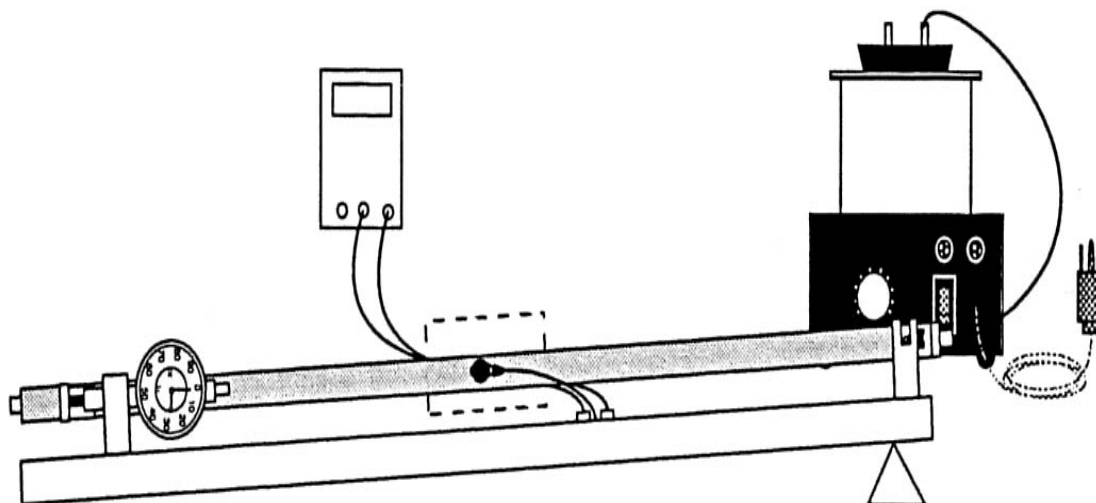

Figura 2. Esquema del experimento
- 1) Realice el montaje de la Figura 2.